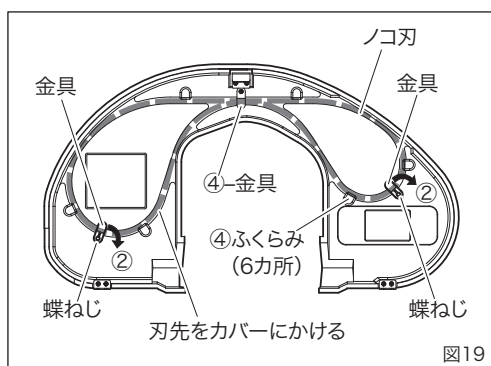
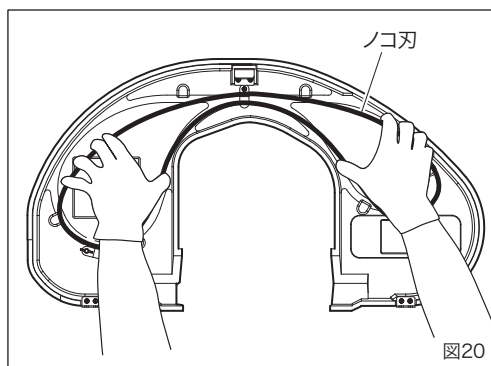

図19
図20
5. 予備ノコ刃の取付け取外し(図19～図20)
②蝶ねじを少し緩め、金具を図19で示す方向に90°回してください。これを2カ所行ってください。
③ノコ刃の刃先をフレームカバーに向け図20のように手でノコ刃を持ってください。
④まず、中央の金具の下にノコ刃の中央付近をいれ、その後に6カ所のふくらみの内側にノコ刃を収納してください。(図19)
⑤ノコ刃と直角の位置まで金具を回してください。
⑥蝶ねじをしっかりと締めてください。
①フレームカバーを取り外し、平らなところに置いてください。
③図20のように手でノコ刃を持ち、ノコ刃を外してください。
④金具を元の位置まで回してください。(図19)
⑤蝶ねじをしっかりと締めてください。